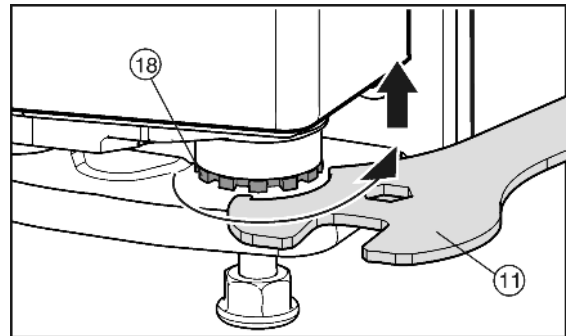

Fig. 13
- ▶ Az ajtó megemeléséhez a tartócsapot Fig. 13 (18) a mellékelt villáskulccsal Fig. 13 (11) jobbra tekerje ki. Kiszállítási állapotban a tartócsap teljesen be van tekerve.